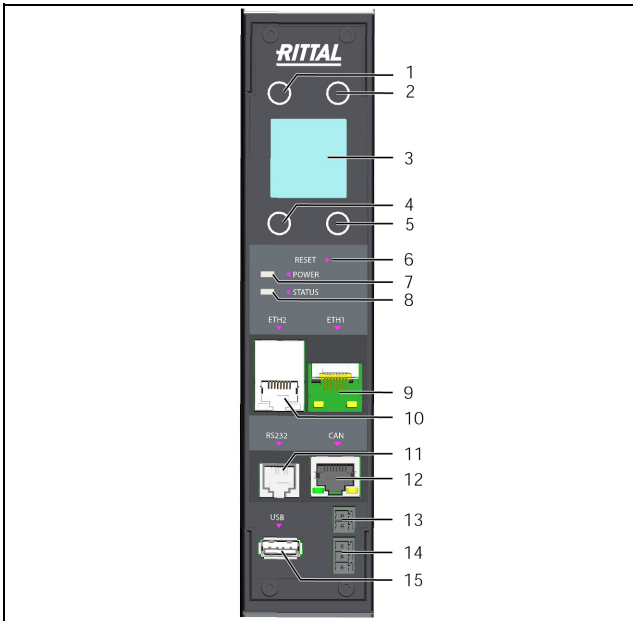

Imagen 15: Elementos de mando e indicación, así como conexiones PDU metered/metered plus/switched/managed/RCM
Tras conectar la PDU a la alimentación se iluminará el led verde (imagen 15, pos. 7) y el sistema de la PDU se inicia de forma automática.
Cuando la red está conectada se iluminan los leds link y los de estado del casquillo RJ 45 (imagen 15, pos. 9 y 10).
Tras unos segundos, el multi-led para la indicación de estado empieza a parpadear en azul, indicando que el proceso de arranque se encuentra en marcha (imagen 15, pos. 8).